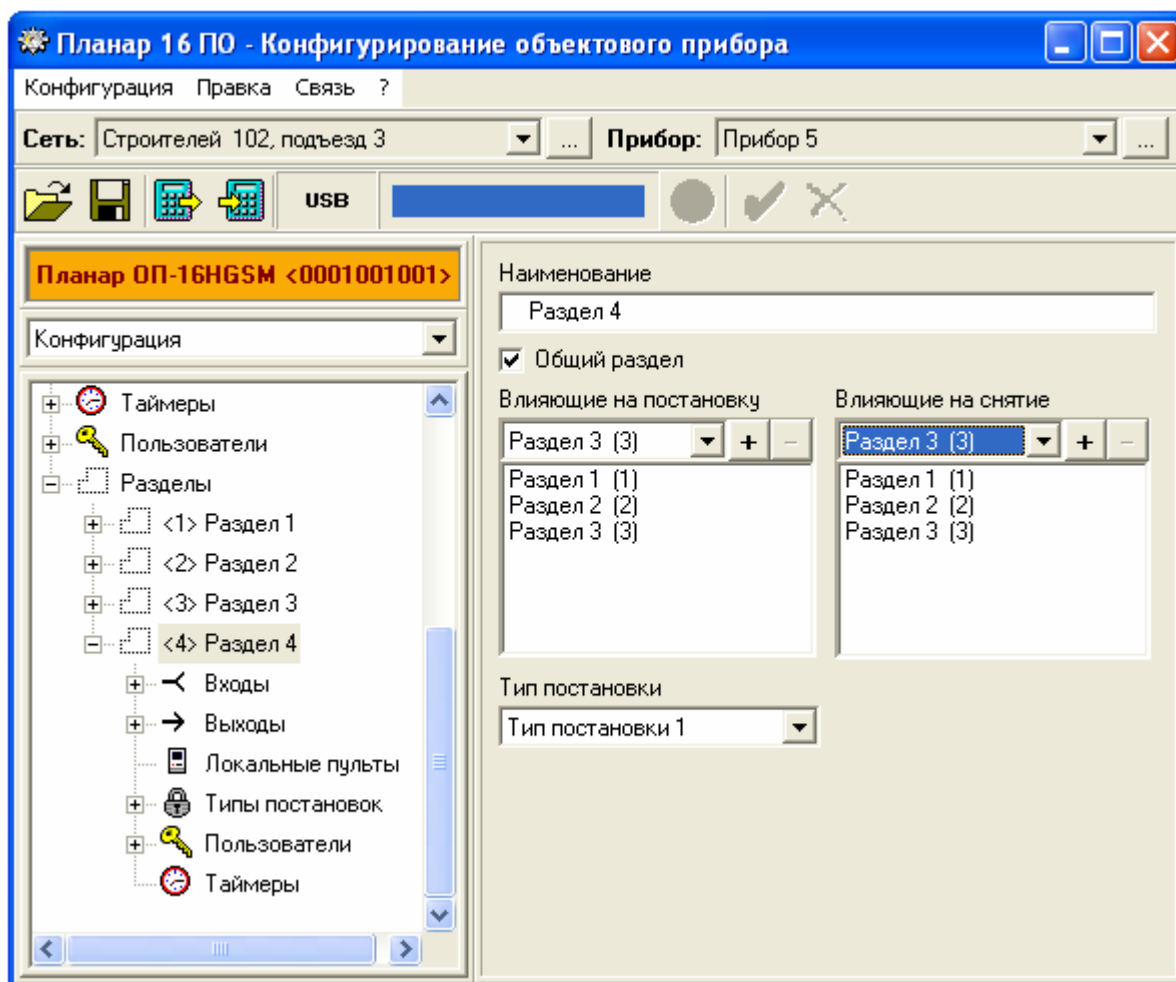

Рис. 12.10 Связь с общим разделом
12.2.4.1.2.5. Типовое окно программы конфигурирования объектового прибора при выборе разделов связанных с общим и выбора типа постановки приведено на рис.12.10.